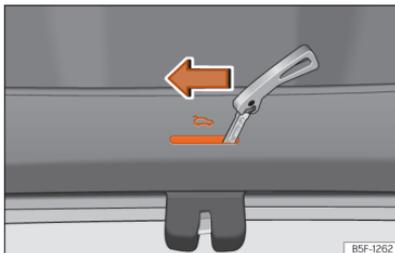

Abb. 82 Ausschnitt Gepäckraum:
- Führen Sie den Schlüsselbart in den Schlitz ein und drehen Sie den Schlüssel in Pfeilrichtung, bis sich das Schloss öffnet »» (Abb. 82), »» (Abb. 83).